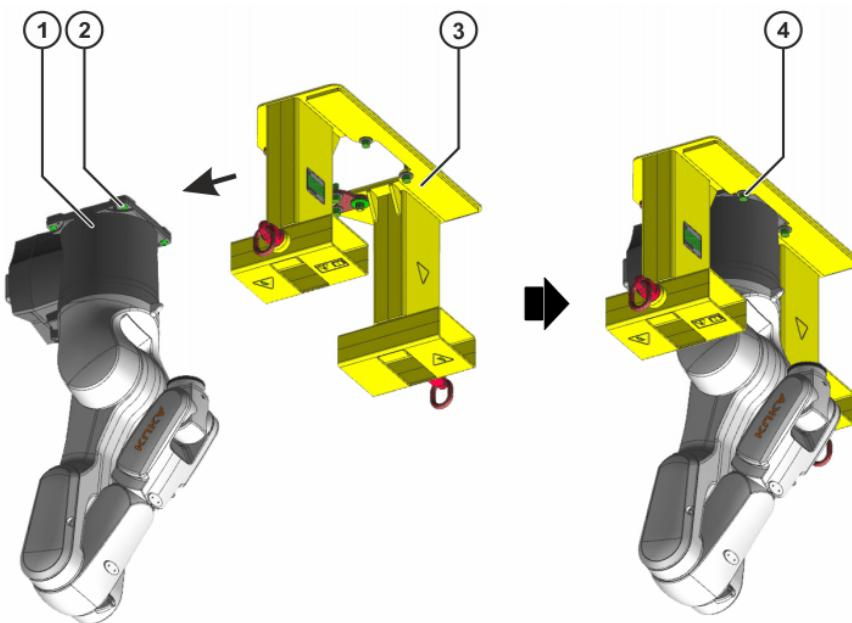

Abb. 11-7: Lastaufnahmemittel am Roboter befestigen
12. Lastaufnahmemittel vorsichtig von vorn auf das Grundgestell des Roboters aufschieben (>>> Abb. 11-7).